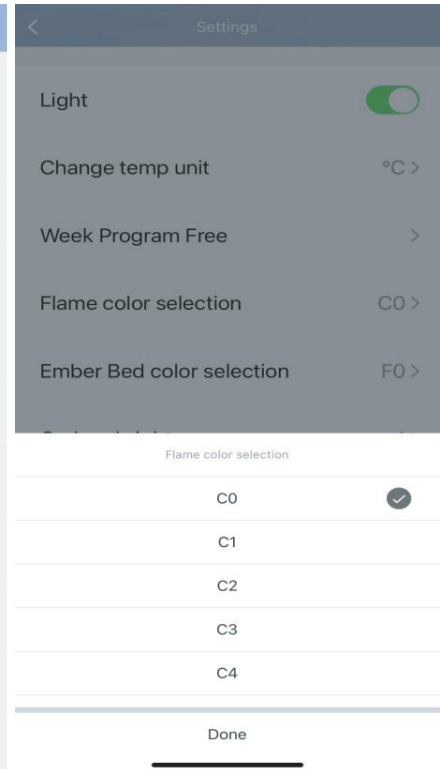

Abb. 11
6. In der Flammenfarbwahl kannst du aus insgesamt 8 Farben (C0–C8) wählen, wie dargestellt in Abbildung 11.